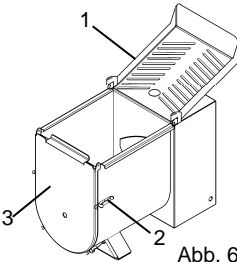

Abb. 6.3.2
- Scharniere öffnen "2" Abb. 6.3.2 um die Frontwand zu entblocken "3" Abb. 6.3.2